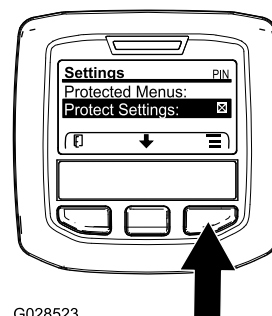

Figura 19
1. Desde el MENÚ PRINCIPAL, use el botón central para desplazarse hacia abajo hasta el menú CONFIGURACIÓN y pulse el botón derecho (Figura 19).